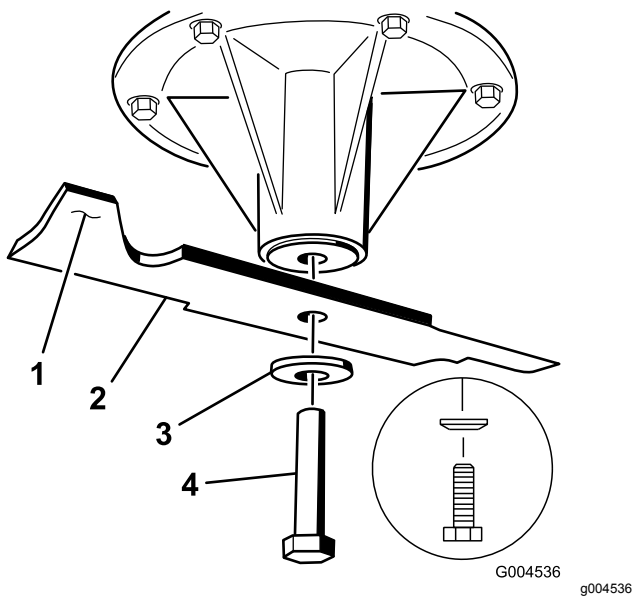

Figura 93
2. Retire del eje el perno de la cuchilla, la arandela curva y la cuchilla (**Figura 93**).